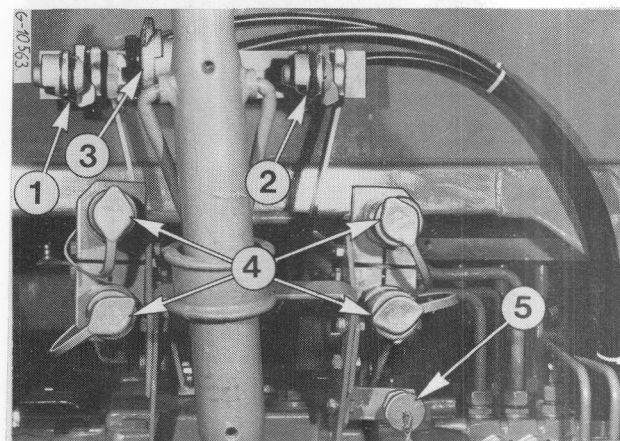

Figure 38
Lors de l'attelage de remorques à freins hydrauliques, raccordez les conduites hydrauliques à la prise (5) Fig. 38.
Le raccordement des remorques à freinage pneumatique s'effectue aux prises de la figure 38.